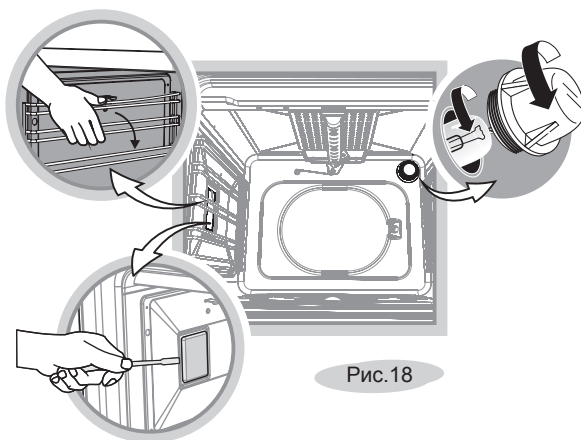

Рис. 18
- Открутите стеклянный плафон (рис. 18)
- Плафон боковой подсветки, при наличии, снимается с небольшим усилием. (рис. 18)